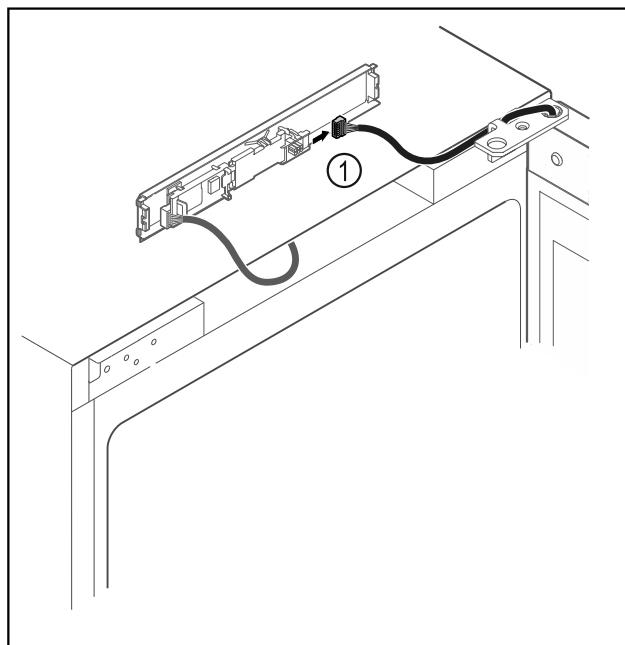

Fig. 18
- ▶ Odpote zástrčku Fig. 18 (1) z dosky plošných spojov.